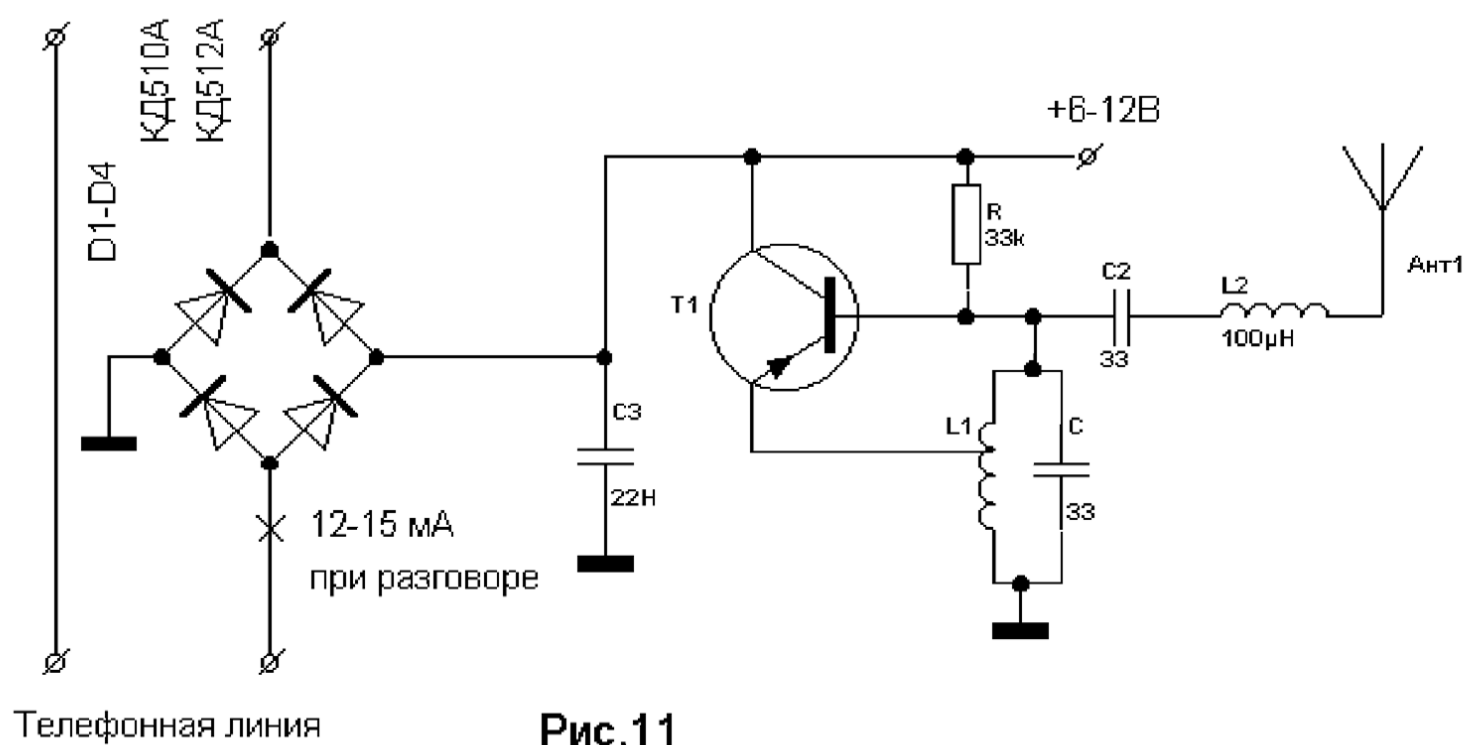

Рис.11
Наилучшим образом простота этой схемы видна на примере телефонного передатчика на рис. 11. Параметры L1 и L2, а также потребляемый ток соответствует главе 5.
2. Печатно-групповой монтаж . При этом желательно чередовать элементы неизолированные (резисторы, микрофон) с изолированными (конденсаторы, транзисторы). В одно отверстие печатной платы может входить до 4х ножек разных элементов). Пример разводки платы под схему - рис.11 приведен на.